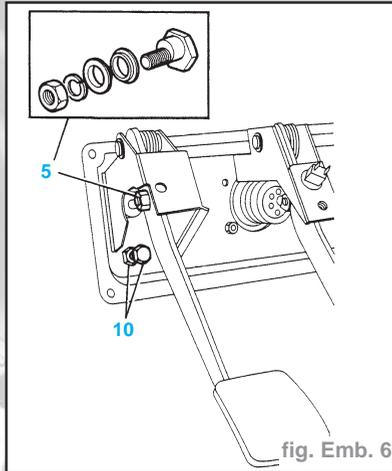

fig. Emb. 6
- Déposer l'écrou et la rondelle élastique (5) assujettissant le boulon-pivot de la tige (6) puis retirer le boulon et les deux bagues.
- Débloquer et repousser le boulon (10) de butée de la pédale d'embrayage et appuyer à fond sur la pédale. Régler le boulon pour qu'il touche à peine la pédale, puis le tourner d'un tour supplémentaire et resserrer le contre-écrou (Fig. Emb. 6).